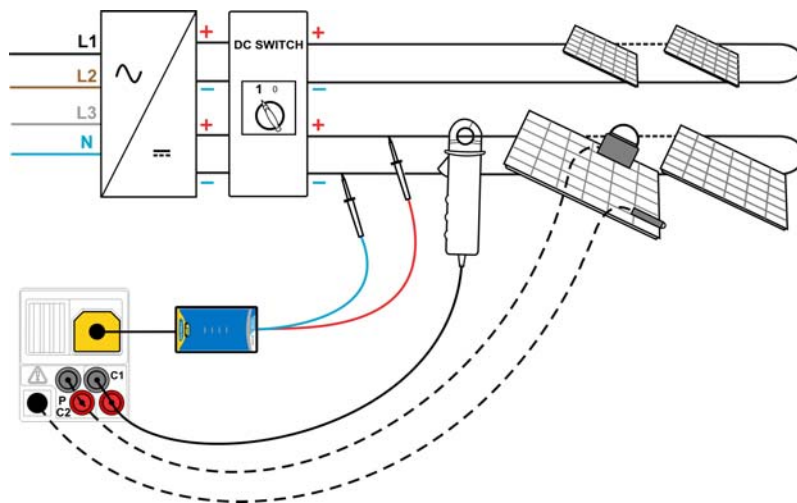

Abbildung 6.10: PV-Modulprüfung
- ❑ **Schließen Sie** das zu prüfende PV-System an (siehe Abbildung 6.10).